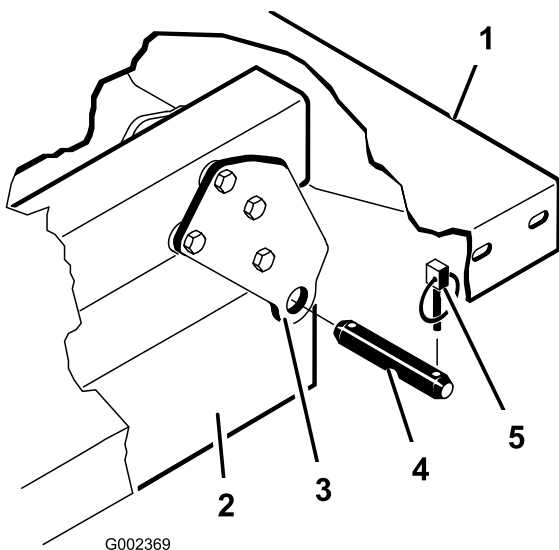

Figura 4
6. Îndepărtați tifturile de prindere și tifturile cu cap și gaură care fixează suporturile pivot ale platformei de canalele cadrului mainii (Figura 4).